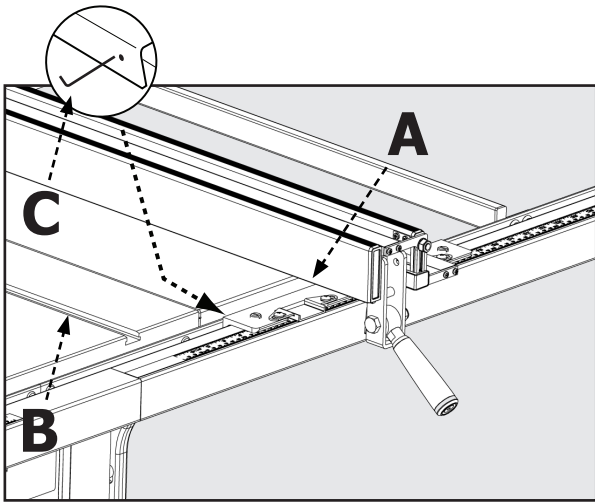

FIGURE 42
2. Si la paroi du guide (A) Figure 42 n'est pas parallèle à la fente (B), soulevez le levier de serrage et levez le guide et placez-le sur la table de sciage.
3. Ajustez l'une ou les deux vis de pression (C) d'1/4 de tour ou moins.